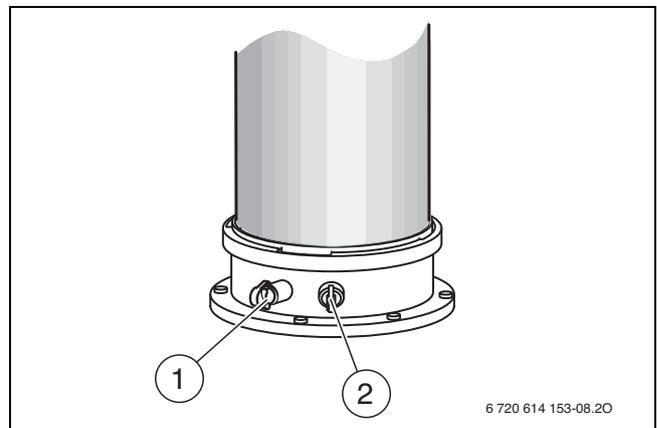

Bild 56 Abgassmessstutzen und Verbrennungsluft-Messstutzen
- ▶ Stopfen am Verbrennungsluft-Messstutzen (→ Bild 56, [2]) entfernen.
- ▶ Stopfen am Abgasmessstutzen (→ Bild 56, [1]) entfernen.